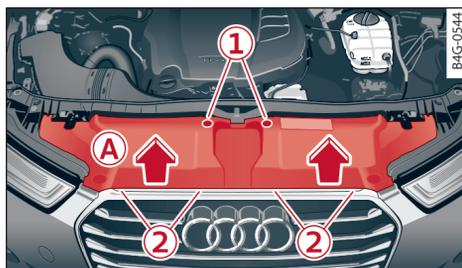
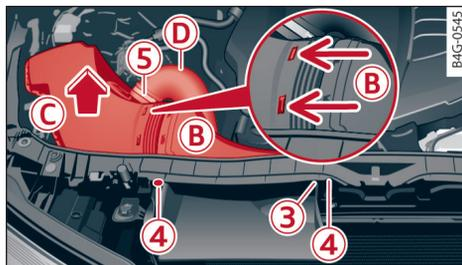

图 304 拆卸散热器格栅上的挡板
图 305 拆卸空气滤清器外壳
必须拆卸散热器格栅上方的挡板 **A** 才能接触到左右两侧的转向灯  $\Rightarrow$  图 304。必须附加拆卸空气滤清器外壳 **C** 才能接触到右侧的全天候车灯  $\Rightarrow$  图 305。
- ▶ 取下散热器格栅上方的挡板 **A**  $\Rightarrow$  图 304。此时，请用螺丝刀扁平端向上拔出膨胀铆钉 **1**。接着小心地松开散热器格栅上的挡板并将其向上撬出 **2** 并取下。
- ▶ 松开固定螺栓 **3** 和 **4**  $\Rightarrow$  图 305。